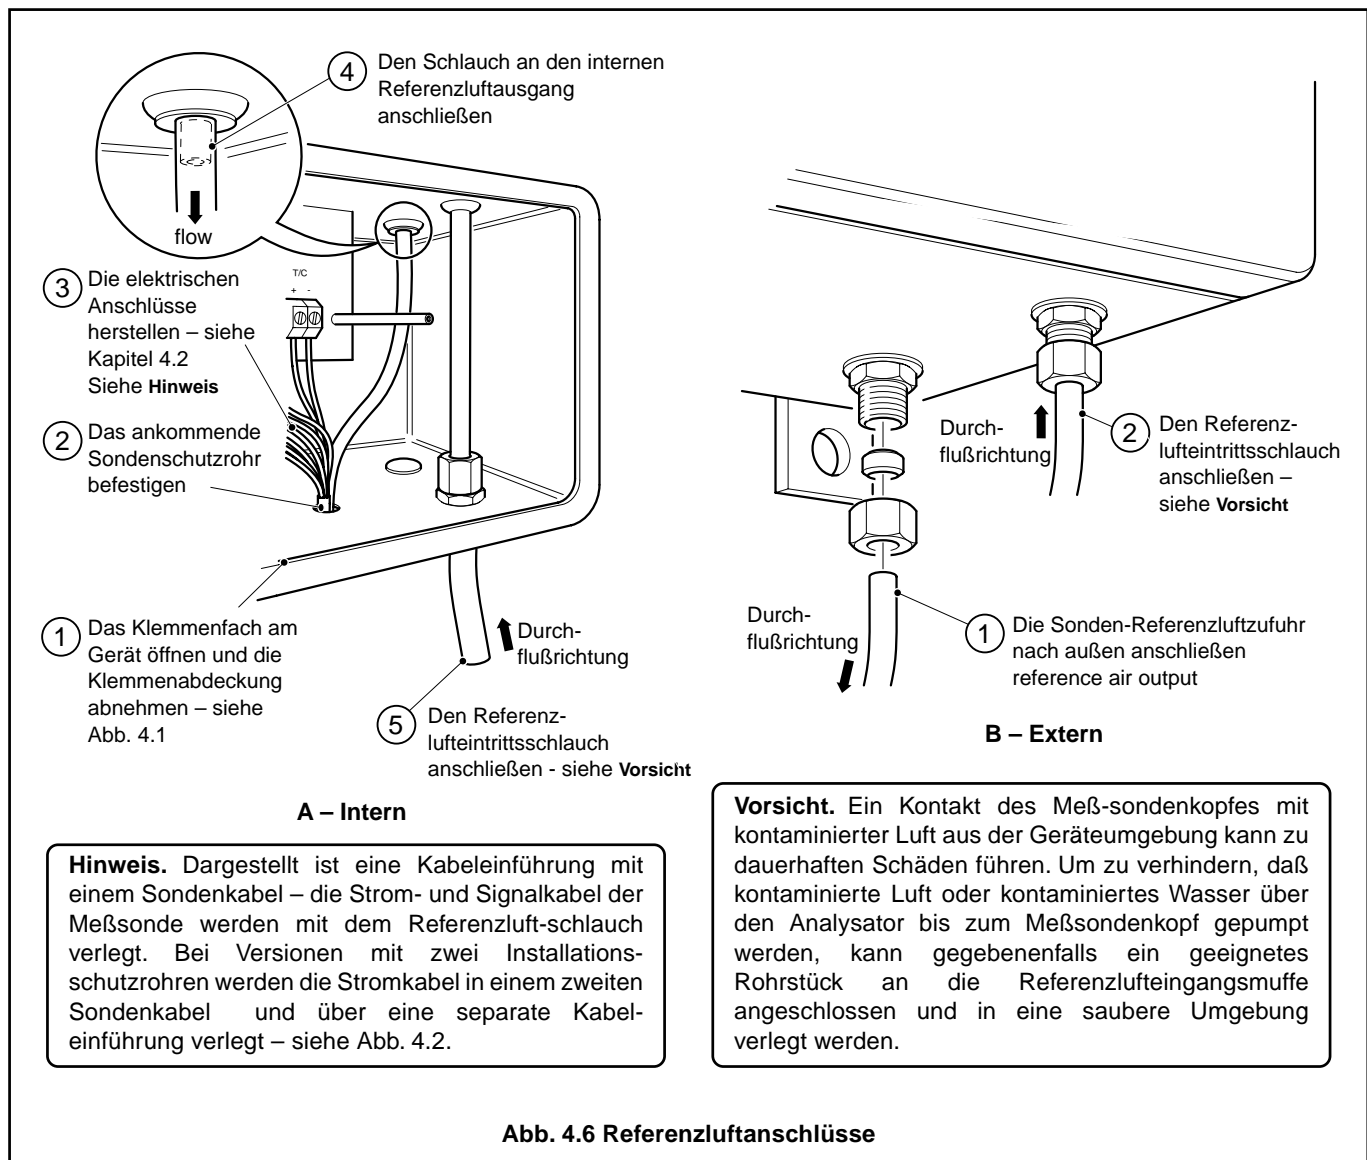

Abb. 4.6 Referenzluftanschlüsse
4.5 Referenzluftzufuhr – Abb. 4.6